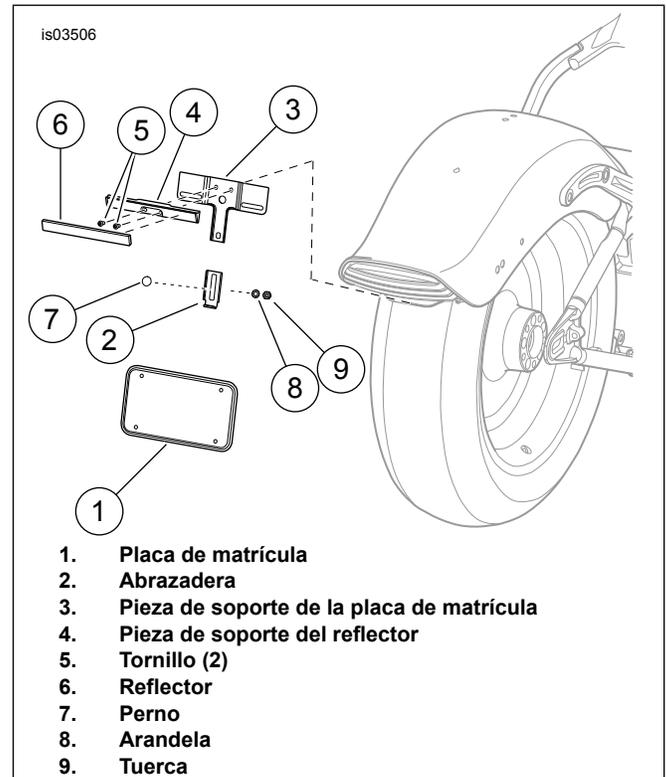

Figura 1. Extracción de la pieza de soporte de la placa de matrícula y el reflector
1. Vea la Figura 1. Extraiga y desarme todas las piezas completamente, como se muestra. Tenga cuidado de no dañar el reflector (6) durante el proceso de extracción. Deseche los artículos (3) y (4). Vuelva a instalar los tornillos (5) en la caja de la luz trasera LED. Guarde las piezas restantes para uso futuro.